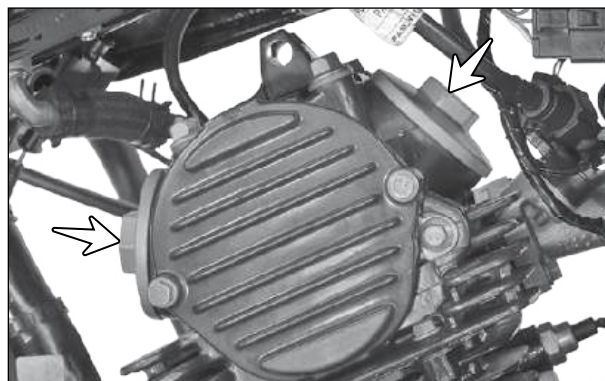

Fig. 2.49
- Remova as tampas dos orifícios de ajuste da folga das válvulas (admissão e escape) (setas) junto com os anéis de vedação. (Fig. 2.49)